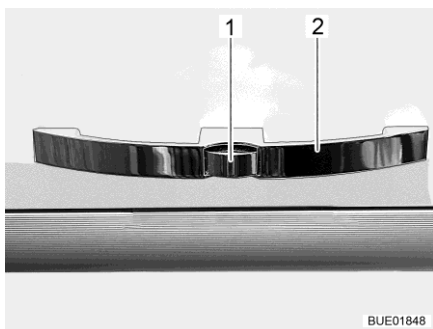
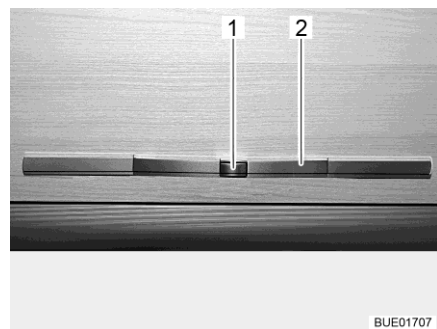

Fig. 63 Sportello del mobile con maniglia (esempio)
Fig. 64 Sportello del mobile con maniglia (alternativa)
- Premere il bottone di sbloccaggio (Fig. 63,1 o Fig. 64,1) della maniglia (Fig. 63,2 o Fig. 64,2) e mantenerlo premuto.